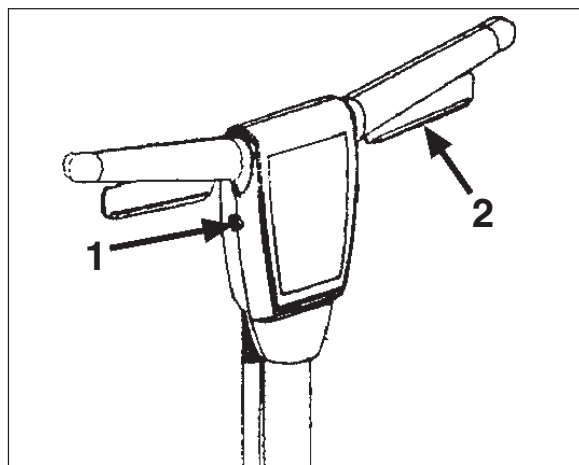

Figure 4
5. Pousser sur le bouton de verrouillage (1) et appliquer une pression des mains sur les leviers (2). Pour arrêter l'appareil, relâchez les leviers (Voir fig. 4).
3. Pousser sur le bouton de verrouillage (1) et appliquer une pression des mains sur les leviers (2). Pour arrêter l'appareil, relâchez les leviers (Voir fig. 4).